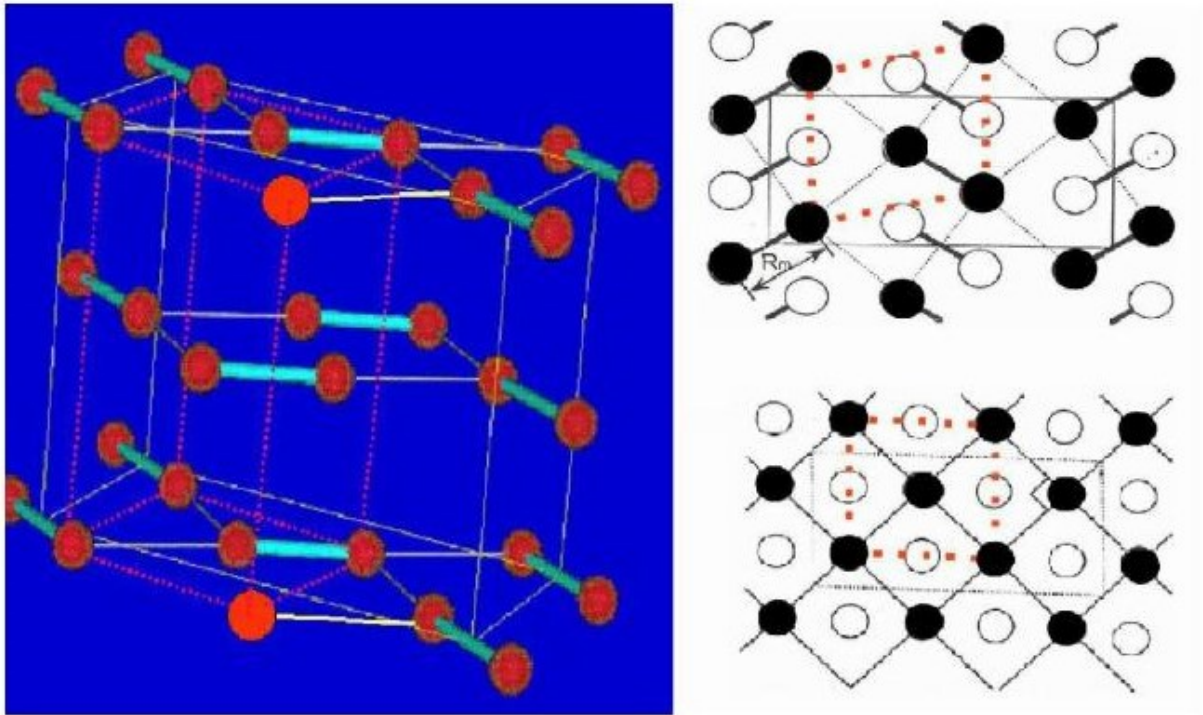
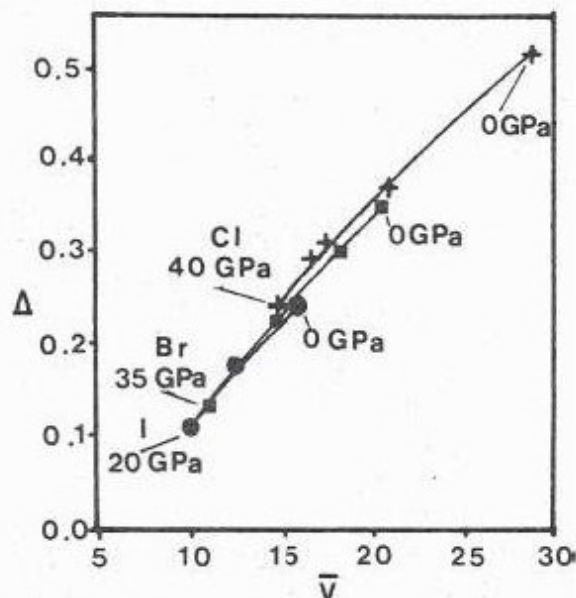

Abbildung 48: Symmetrisierung der Jod-Struktur
Abbildung 49: Änderung der Gitter-Asymmetrie bei Chlor, Brom und Jod in weiten Druckbereichen, aufgetragen über skalierten Atomvolumen.
Die oC8-Niederdruck-Phasen von Chlor, Brom und Jod werden als typische Molekulkristalle betrachtet. Die zweiatomigen Moleküle sind hier in Schichten übereinander angeordnet, mit stärkeren Bindungen in den Schichten und schwächeren Bindungen dazwischen. Im Bild 48 der oC8-Jod-Struktur
**Der Alchemist:** Ganz recht! Nur hier kann man das bei den Kristallstrukturen alles viel genauer verfolgen. Ich hatte ja vorhin von Skalierungsregeln gesprochen, die es erlauben, das Verhalten verschiedener Elemente einer Familie besser miteinander zu vergleichen, wenn man dabei nicht die absoluten Abstände wählt, sondern mit den Kovalenzradien skalierte Größen. Für diese Regel liefert die Halogenid-Familie mit der Abbildung 49 ein besonders gutes Beispiel!
Den "Asymmetrieparameter"  $\Delta$  in dieser aus einer alten Veröffentlichung JD1985 kopierten Abbildung 49 kann ich euch mit Bild 48 gut erläutern. Dort zeigt das rot-gepunktete Viereck rechts oben, wie stark diese Ebene der oC8-Struktur
von dem darunter skizzierten quadratischen Gitter der  $\text{tl}_2$ -Struktur abweicht. Für den quantitativen Vergleich gibt  $\Delta$  an, wie stark die lange Diagonale in dem Viereck von der doppelten Moleküllänge abweicht. Diese Abweichung wird durch den Kovalenzradius geteilt, die Physiker sagen: "mit dem Kovalenzradius skaliert", damit bei dem Vergleich innerhalb der Halogen-Familie nur relative Größen und keine absoluten Längen auftreten. Dem entsprechend wird dieser Asymmetrieparameter für die drei Elemente Chlor (Cl), Brom (Br) und Jod (I) im Bild 49 nicht gegen den Druck sondern gegen die drei skalierten Atomvolumen  $V$  aufgetragen. Mit dieser Skalierung zeigen die Daten dieser drei Elemente ein sehr einheitliches Verhalten unter Druck. Ihr seht, dass das skalierte Volumen von Chlor mit einem Wert von knapp 30 bei Normaldruck wesentlich größer ist als die entsprechenden Werte für Brom mit etwa 20 und Jod mit etwa 16. Wird aber Chlor soweit zusammengedrückt, dass sein skaliertes Volumen mit dem von Brom oder Jod übereinstimmt, dann nimmt auch der Asymmetrieparameter  $\Delta$  die gleichen Werte an. Die Zahlen an den Kurven zeigen, dass man bei dieser Arbeit an Chlor, Brom, und Jod nur Drücke von 40, 35, beziehungsweise 20 GPa erreichte. In diesem Druckbereich erkennt man schon die große Ähnlichkeit der strukturellen Änderungen innerhalb der  $\text{oC8}$ -Phase. Die Phasenübergänge bei höheren Drücken wurden später mit neueren Messmethoden entdeckt FF1995, TS2003, KH2005, wobei die Messungen an Jod zusammen mit den Skalierungsregeln plausible Vorhersagen für das Verhalten von Brom und Chlor in den erweiterten Druckbereichen ermöglichten. So lieferte diese Familie das Musterbeispiel für den Übergang vom Molekulkristall zur einfacheren Metallstruktur.